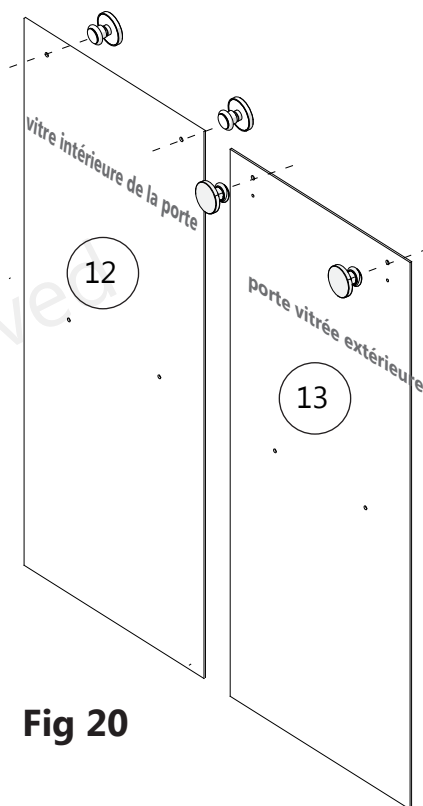
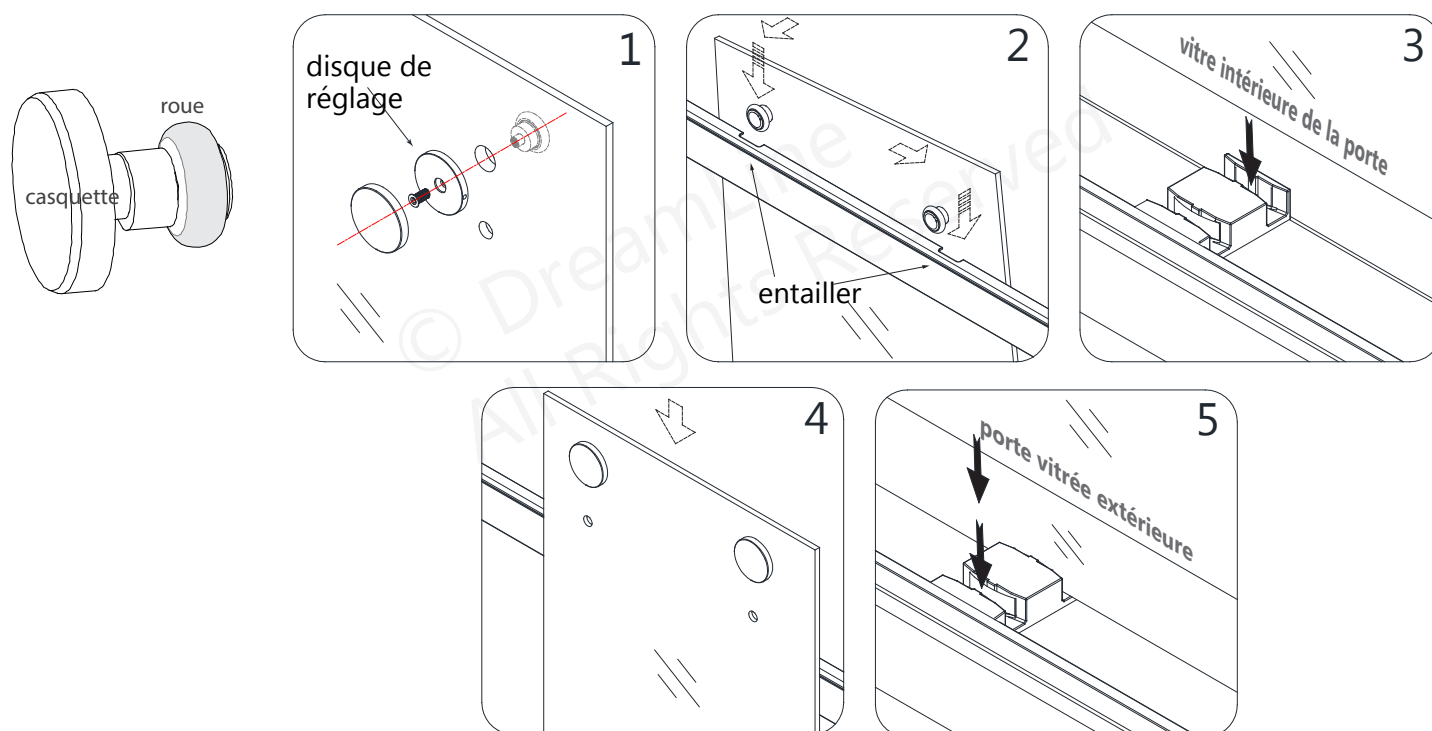

Fig 20
Fig 21
20. Retirez le capuchon et **la vis des roulettes (n° 04)** et **fixez les roulettes (n° 04)** à la vitre intérieure **de la porte (n° 12)** et à la vitre extérieure **de la porte (n° 13)**. (Fig 20 et Fig 21)
Ensuite, depuis l'extérieur de la douche, installez la porte vitrée extérieure (**n° 13**) dans le rail au-dessus **du rail de guidage supérieur (n° 01)** et dans **le bloc de guidage (n° 22)**. (**Fig 21 et Fig 22**)